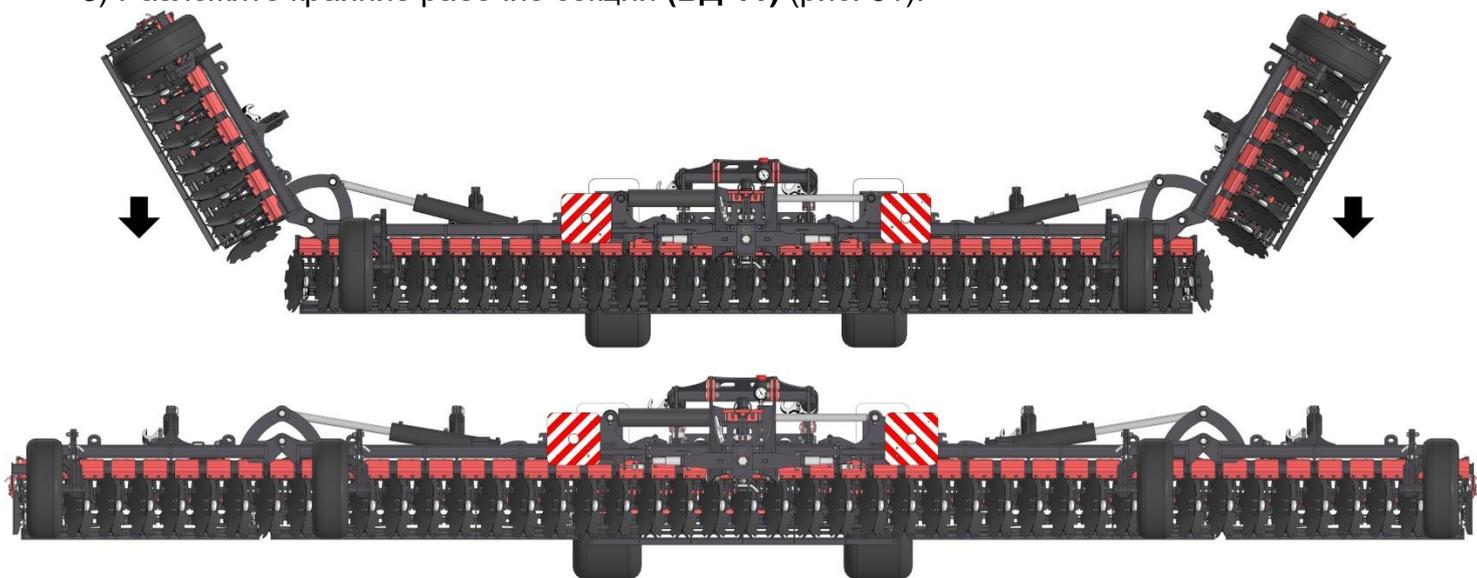

Рисунок 31 – Раскладывание крайних рабочих секций
3) Разложите крайние рабочие секции (БД-11) (рис. 31).